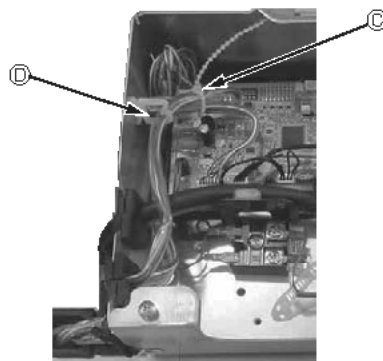

Fig. 10-14
- Plaats overbodige voedingsbedrading van de i-See-sensor en signaalontvanger in de bedradingklem zoals aangegeven in de tekening en bind de bedrading samen met de clip. (Fig. 10-14)